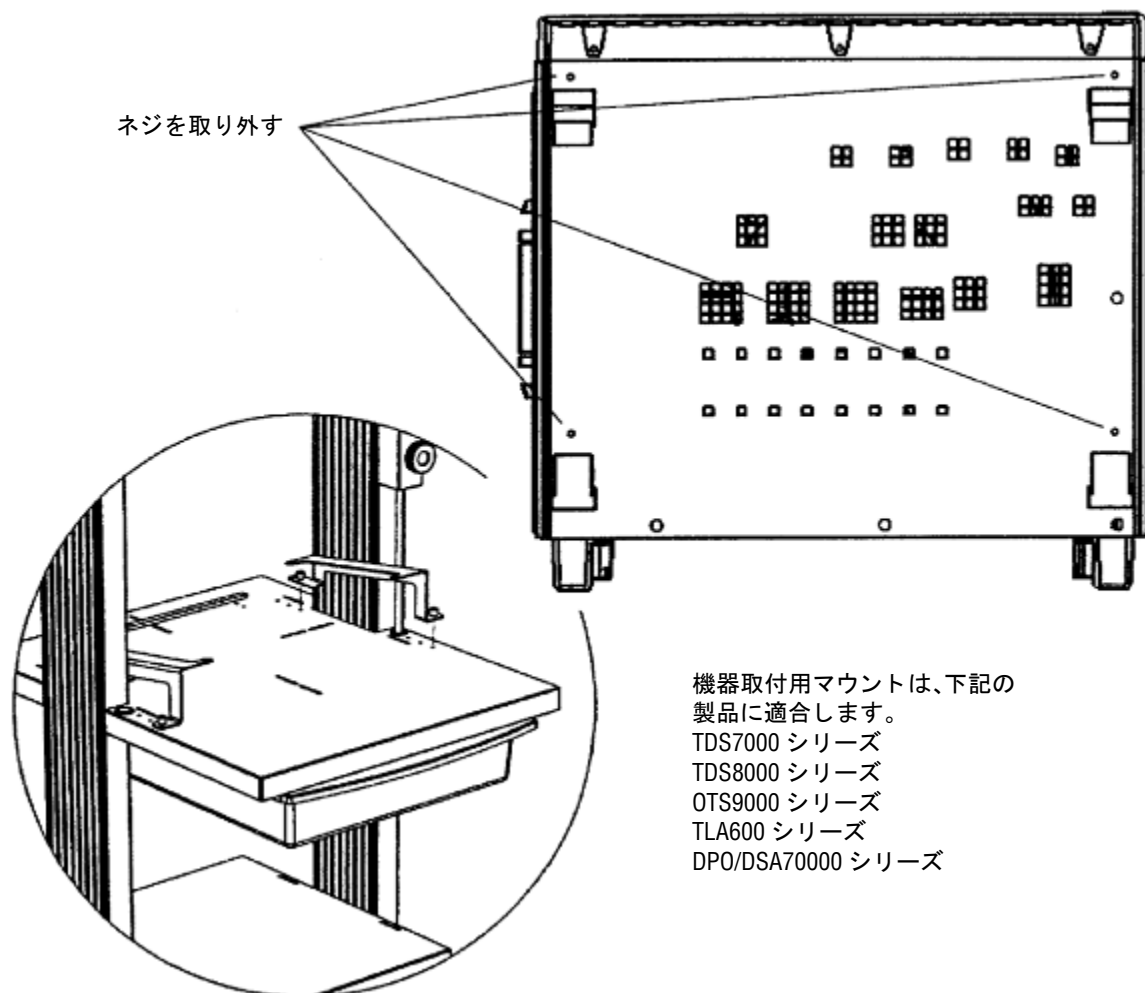

図 19: 機器取付用マウントの取り付け
1. 台車で使用する機器の底部に機器取付用マウントを取り付けます。図 19 に示すように、機器の底部から 4 つのネジを取り除きます。DPO/DSO70000 シリーズの場合は、キットに付属のネジを使用します。機器取付用マウントの長い方の支持部が器材の前方に面するようにします。次に、さきほど取り外したネジを使ってマウントを器材に取り付けます。
2. 図 19 に示すように、キーボード用棚板には機器取付用マウントを取り付けるための穴が設けられています。マウントが取り付けられた器材を棚板に載せ、留め具を締めて固定します。